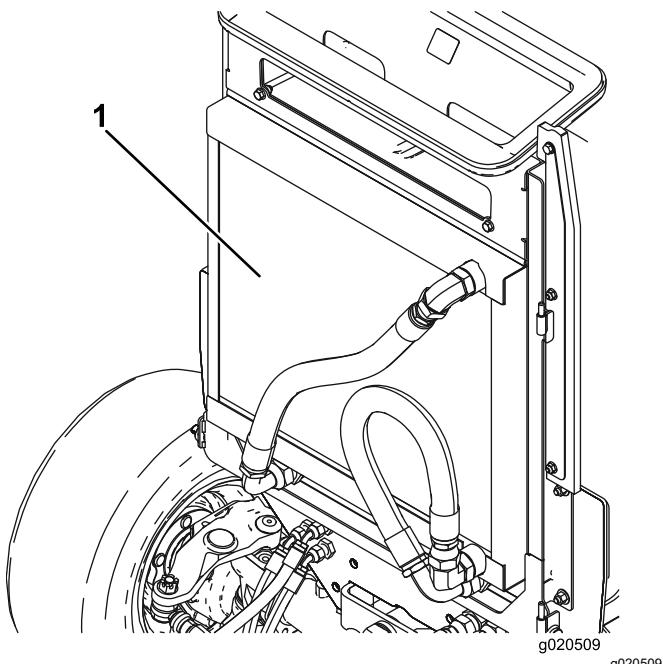

Bild 75
- Reinigen Sie beide Seiten des Ölkühler- und des Kühlerbereichs (Bild 75) gründlich mit Druckluft. Blasen Sie Rückstände von vorne nach hinten heraus. Reinigen Sie dann von hinten und blasen Sie nach vorne. Wiederholen Sie diesen Vorgang mehrmals, bis alle Rückstände entfernt sind.